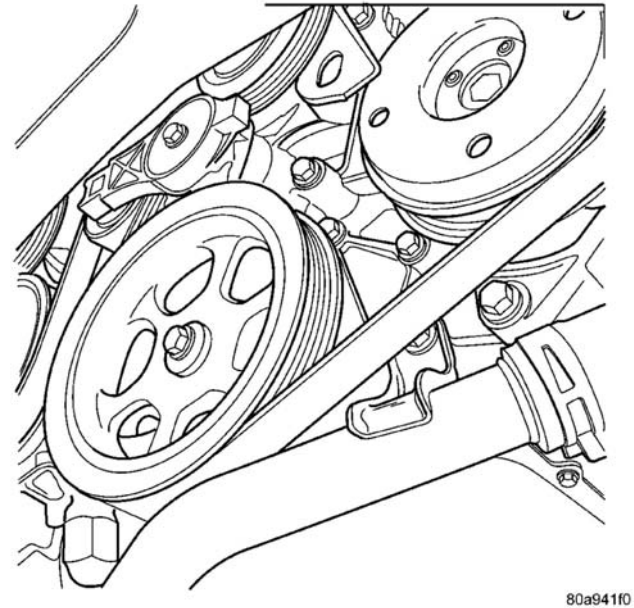

图 5 驱动皮带 3.3/3.8 升
- （5）欲拆卸附件驱动皮带，请参阅[冷却系统]章节，查询正确程序（图 5）。
- (3) 欲安装空滤器，请参阅[发动机]章节，查询详细信息。
- (4) 顶起车辆并支撑住。
- (5) 安装附件驱动皮带，请参阅[冷却系统]章节，查询正确程序（图 5）。
- (6) 安装右前方下侧的防溅板。
- (7) 降下车辆。
- (8) 连接蓄电池负极电缆。